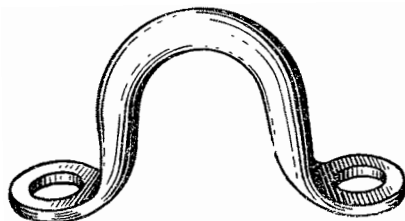

Рис. 89. Скоба для снятия и установки двигателя
5. Скоба (рис. 89) для снятия и установки двигателя.